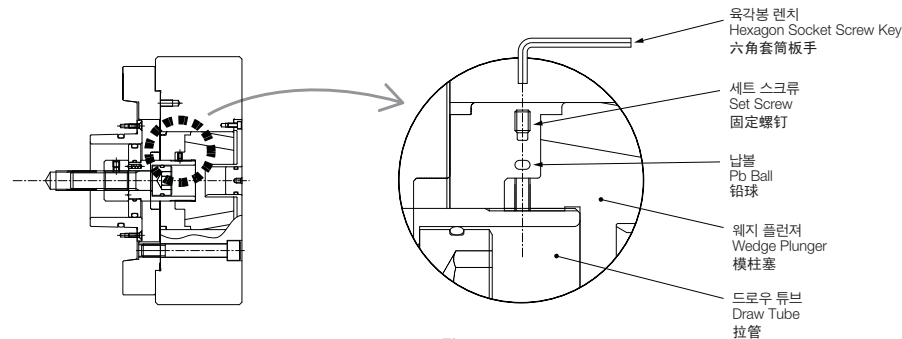

Fig.3
(1) 플런저에 드로우 튜브를 연결하여 주십시오. 척의 드로우 튜브는 별도로 포장되어 있습니다. 플런저 나사의 끝단을 스페너를 사용하여 체결하고 부속의 납 볼과 세트 스크류를 아래 그림처럼 느슨하게 조여 주십시오.(Fig.3)
(1) Connect the drawtube to the plunger. Install the tube using the set screw and Pb ball.(see Fig.3)
(1) 请联接柱塞拉管. 卡盘的拉管是单独包装. 一管另外包装用扳手符紧 柱塞端部, 并将附属的固定片和六角孔螺丝按下图所示锁得松持些. (Fig. 3)